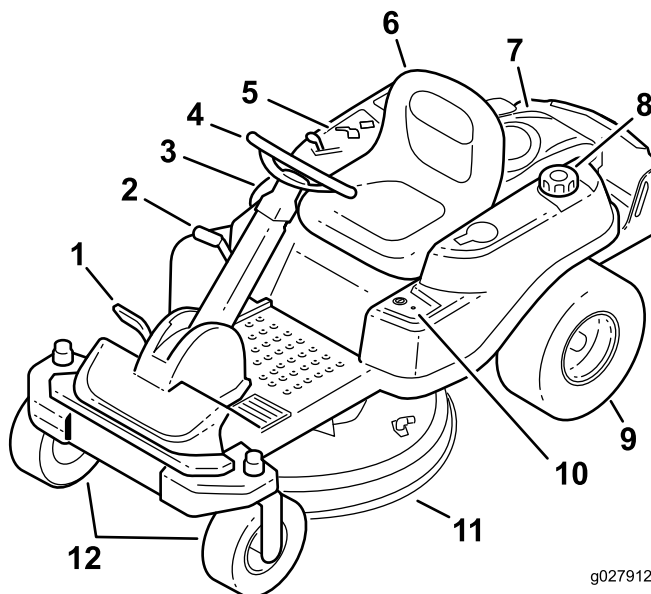
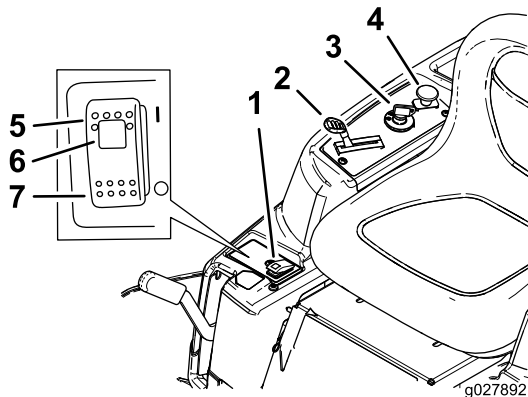

Figure 4
Figure 5
Avant de mettre le moteur en marche et d'utiliser la machine, familiarisez-vous avec toutes les commandes ; voir Figure 4 et Figure 5.
Le commutateur d'allumage a 3 positions : ARRÊT, CONTACT et DÉMARRAGE. La clé tourne jusqu'à la position DÉMARRAGE et revient automatiquement en position CONTACT lorsqu'elle est relâchée. Tournez la clé à la position ARRÊT pour couper le moteur. Enlevez toujours la clé de contact avant de quitter la machine pour éviter tout démarrage accidentel (Figure 5).
L'accélérateur et le starter sont combinés dans une seule commande. L'accélérateur commande le régime moteur et peut se régler à l'infini entre bas régime et haut régime. Engagez le starter en poussant la commande après la position Haut régime jusqu'à la butée (Figure 5).
La commande des lames (PDF) engage et désengage les lames du plateau de coupe (Figure 5).
- En poussant la commande SmartPark™ à la position ACTIVÉE (Figure 5).